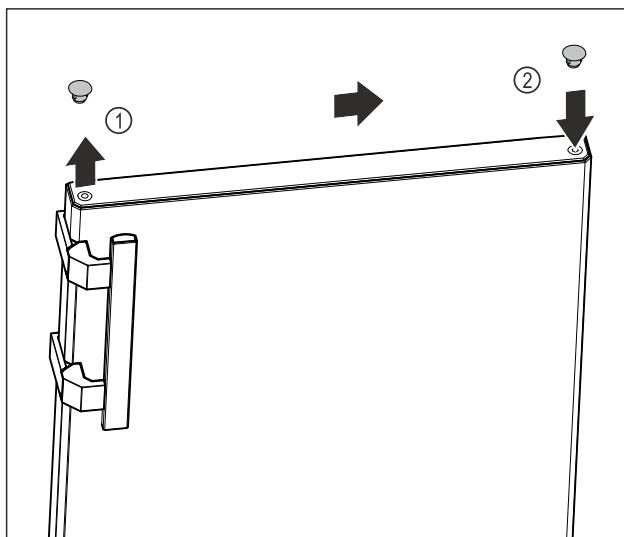

Fig. 9
- Осторожно поднимите заглушку в верхней части двери Fig. 9 (1) при помощи шлицевой отвертки.
- Установите заглушку на противоположной стороне. Fig. 9 (2)